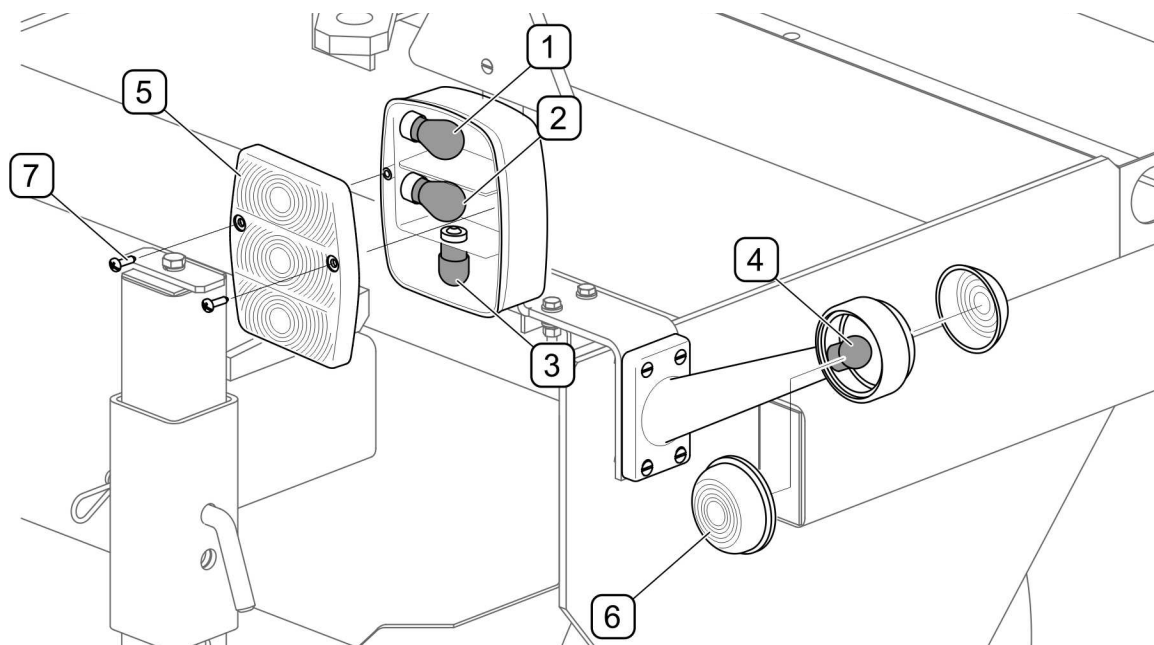

РИСУНОК 5.11 Замена лампочек.
(1)- лампочка указателя поворота; (2)- лампочка сигнала торможения; (3)- лампочка габаритного фонаря; (4)- лампочка бокового габаритного фонаря; (5)- колпак блок-фары; (6)- колпак габаритного фонаря; (7)- винты
После подсоединения к 7-пиновому разъему на тракторе проверьте функционирование световой сигнализации. Если перегорит лампочка в блок-фаре, нужно отвинтить винты (7), крепящие колпак (5) фары, и заменить лампочку (РИСУНОК 5.11). Для замены лампочки габаритного фонаря необходимо вынуть колпак (6) из эластичного корпуса.
В случае неисправности в работе системы электропитания системы полива необходимо, в первую очередь, проверить уровень воды в баке и степень загрязнения фильтров (РИСУНОК 5.11), а также правильность подсоединения управляющего электропровода с выключателем и шланга, питающего насос подачи воды.